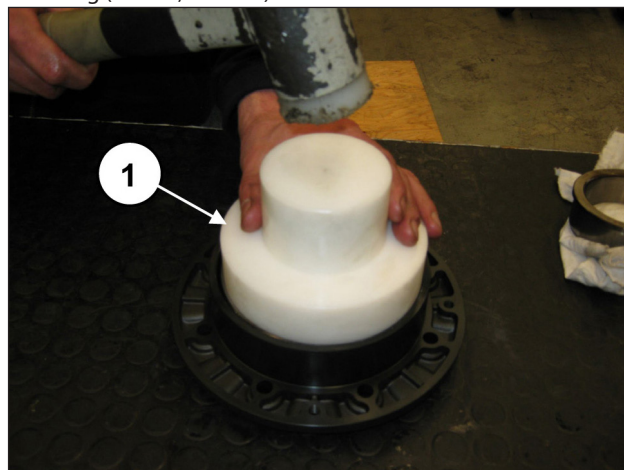
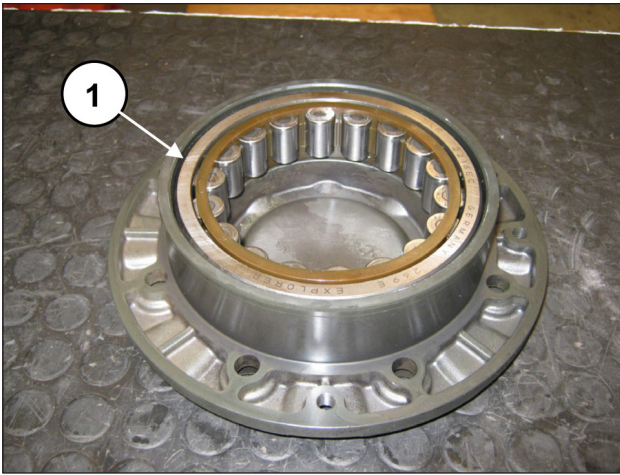

Abb. 55
Abb. 56
Wiederholen Sie den Vorgang am Lagerdeckel, und montieren Sie vorläufig den Außenring des Kurbelwellenlagers mithilfe des Werkzeugs Art. 27605000 (Pos. ①, Abb. 55) bis auf Anschlag (Pos. ①, Abb. 56).